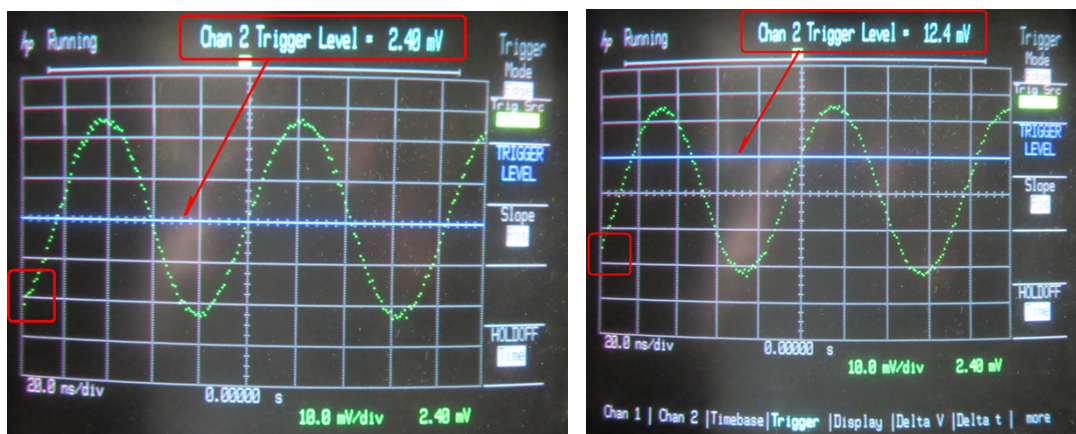

图 20. 调节触发电平，可以控制波形的初始显示点
- 4) 观察调节扫描的触发电平如何影响波形的初始显示点. 见图 20. 图中左边的那个表示 Trigger Level=2.40mV; 右边的那个表示 Trigger Level=12.4mV. 可以看到波形的初始显示点是不同的.